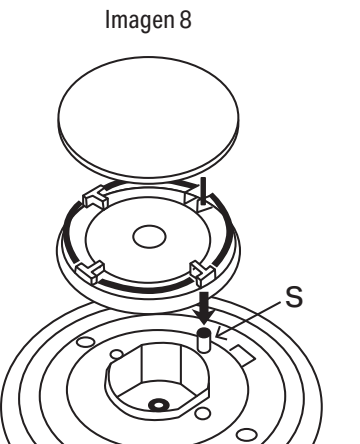

Imagen 8
- Revise el electrodo (Ver imagen 8) para asegurarse de que esté limpio y bien colocado sobre el quemador.